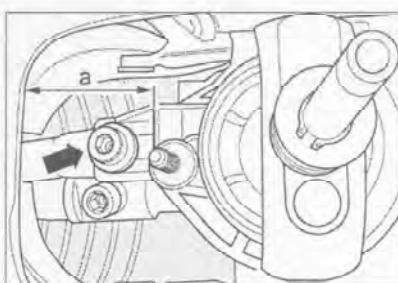

Рис. 7.176. Измерьте расстояние *a* между кузовом и корпусом рычага переключения передач.
4. Измерьте расстояние *a* между кузовом и корпусом рычага переключения передач (рис. 7.176). **Номинальное значение:** 43 мм.